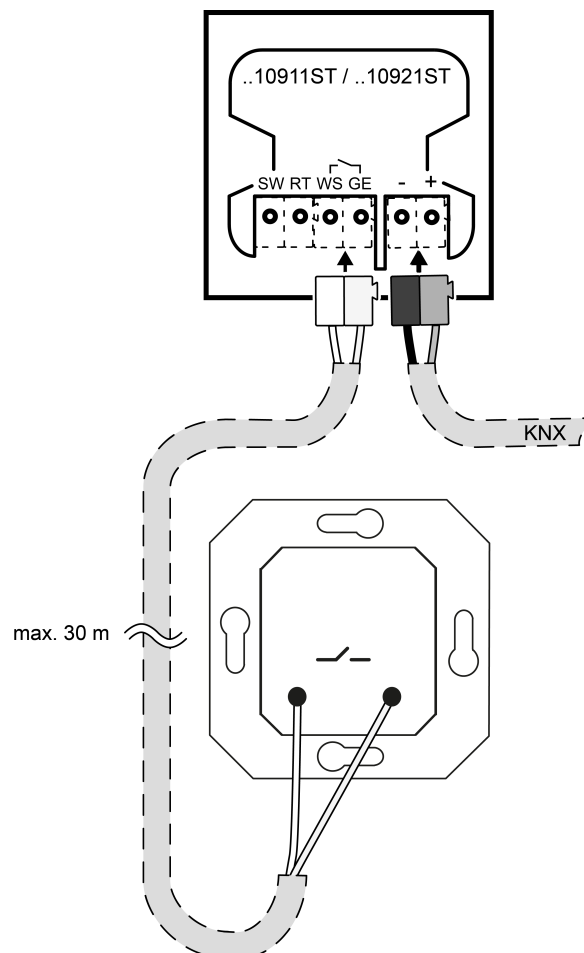

Figure 5: Raccorder le bouton-poussoir d'installation
- En option : raccorder les contacts de commutation externes (par ex. bouton-poussoir d'installation ou interrupteurs reed) à la borne d'interconnexion (Figure 5).
Raccorder les contacts de commutation externes (Figure 5)